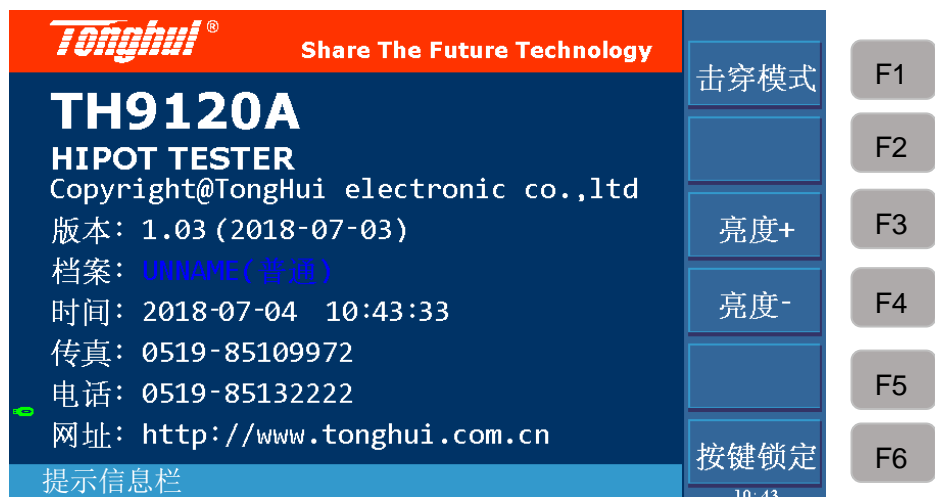

图 4-7 键锁及密码界面
- a) 在非 TEST（测量）页面，即 SYSTEM 或 SETUP 界面，按【STOP】键进入图 4-7 所示界面。